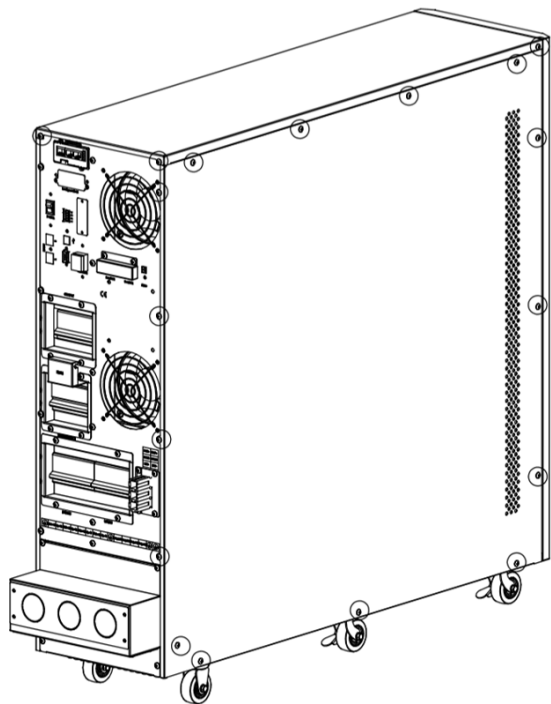

Figura 3-6: Retire los tornillos de las placas superior, derecha e izquierda.
1. Retire los tornillos marcados con un círculo en la Figura 3-6.